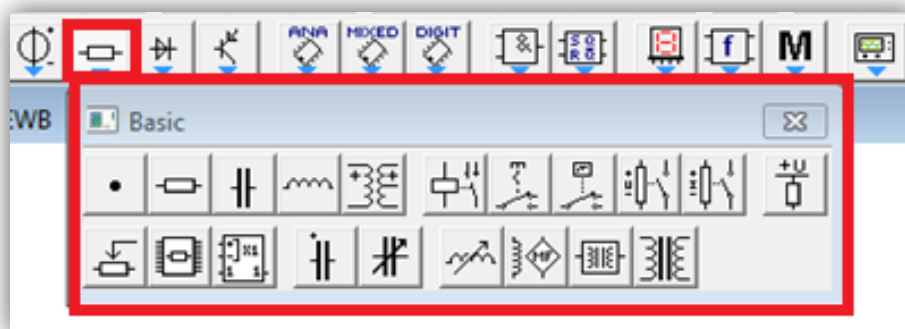

Рисунок 3 – Набор basic
3. Из набора *basic* (рисунок 3):